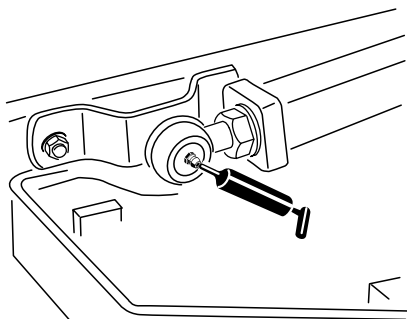

Figura 41
- 2 rótulas de los brazos de elevación (Figura 41)